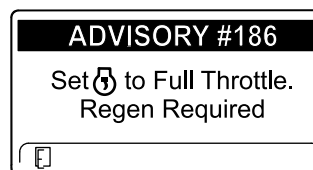

Figure 49
**Remarque:** Si la température d'échappement du moteur est trop basse, l'InfoCenter affiche ADVISORY #186 (avis n° 186) (Figure 49) pour vous informer de régler le régime moteur à pleins gaz.